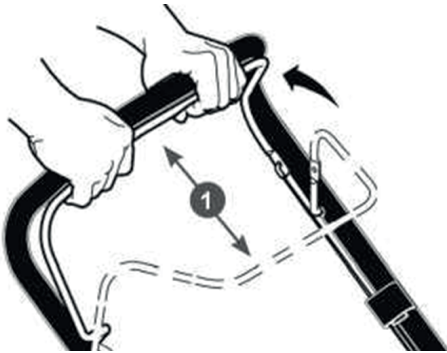

Рис. 18. Рычаг остановки двигателя
Перед запуском двигателя, несколько раз задействуйте рычаг остановки двигателя 1 (Рис. 18). Проверьте, чтобы рычаг и трос остановки двигателя работали должным образом.
- 3.** Отпустите рычаг 1 остановки двигателя (Рис. 18).